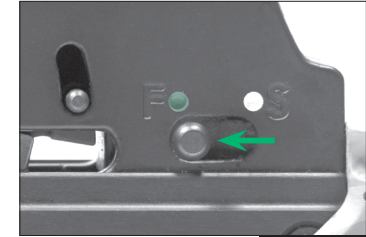

FIGURE 13
3. Glissez le cran de sûreté de la position « SAFE » (lettre S) à la position « FIRE » (lettre F) (Fig. 13).